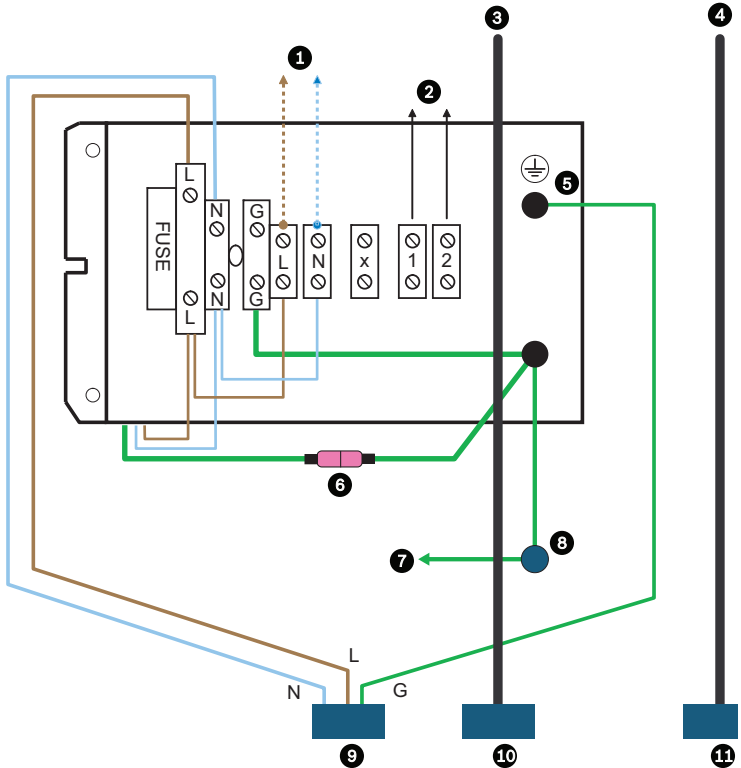

Figura 5.8 Esquema de ligações dos bornes
3. Ligue os condutores de alimentação ao bloco de terminais. Ver *Figura 5.8*. Descarne entre 6 mm (0,25 pol.) e 8 mm (0,31 pol.) do isolamento do fio. Certifique-se de que não corta os fios.
4. Corte o cabo de alimentação das câmaras de 120 Vac e 230 Vac; deixe cabo suficiente para permitir a ligação ao bloco de terminais. Descarne entre 6 mm (0,25 pol.) e 8 mm (0,31 pol.) do isolamento do fio. Certifique-se de que não corta os fios. Ligue estes fios aos conectores fornecidos no bloco de terminais. Ver *Figura 5.8*.